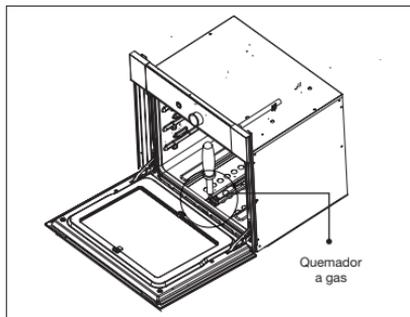

Fig. 29
2. Retire el tornillo que asegura el quemador, y luego retire el quemador deslizándolo hacia adelante, ver fig. 29.